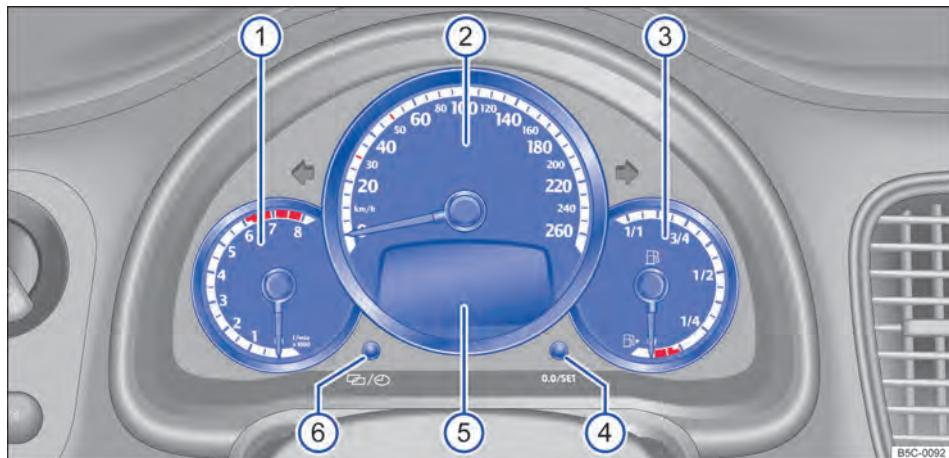

Fig. 13 Instrumento combinado no painel de instrumentos.
Esclarecimento dos instrumentos ⇒ Fig. 13:
De acordo com o equipamento do veículo, é possível que sejam exibidas diferentes informações no display do instrumento combinado ⇒ Fig. 13 ⑤: